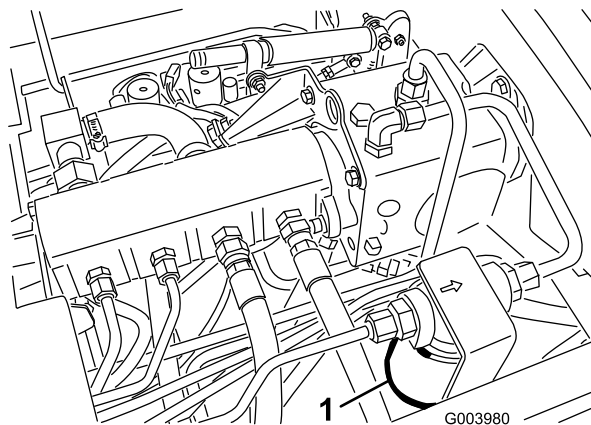
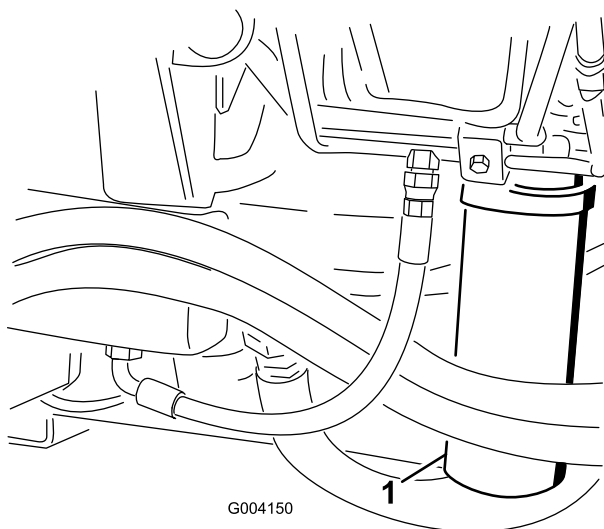

Figure 74
Figure 75
2. Nettoyez la surface autour de la zone de montage du filtre et placez un bac de vidange sous le filtre (Figure 74) et (Figure 75).